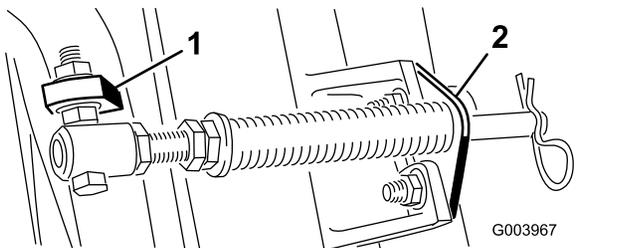

**Figura 4**
1. Retire los 2 pernos de cuello cuadrado y las tuercas que sujetan el soporte de la varilla a las pestañas de la unidad de corte (Figura 4).
2. Retire la tuerca con arandela prensada que fija el perno del tubo del muelle a la pestaña del bastidor de tiro (Figura 4), y retire el conjunto.
**Nota:** Coloque la cabeza del perno en el exterior de la pestaña, según se muestra en Figura 4.